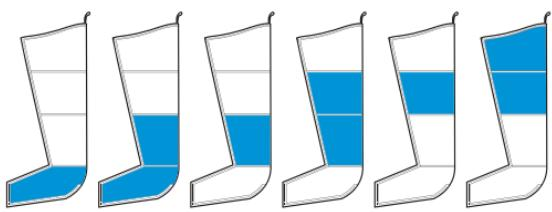

Figura 2 – Modo do Ciclo ISO
- Até que ambas as câmaras atinjam a pressão definida e esvaziem ao mesmo tempo, o ciclo volta a recomiciar ao fim de uma curta pausa (ver Figura 2).